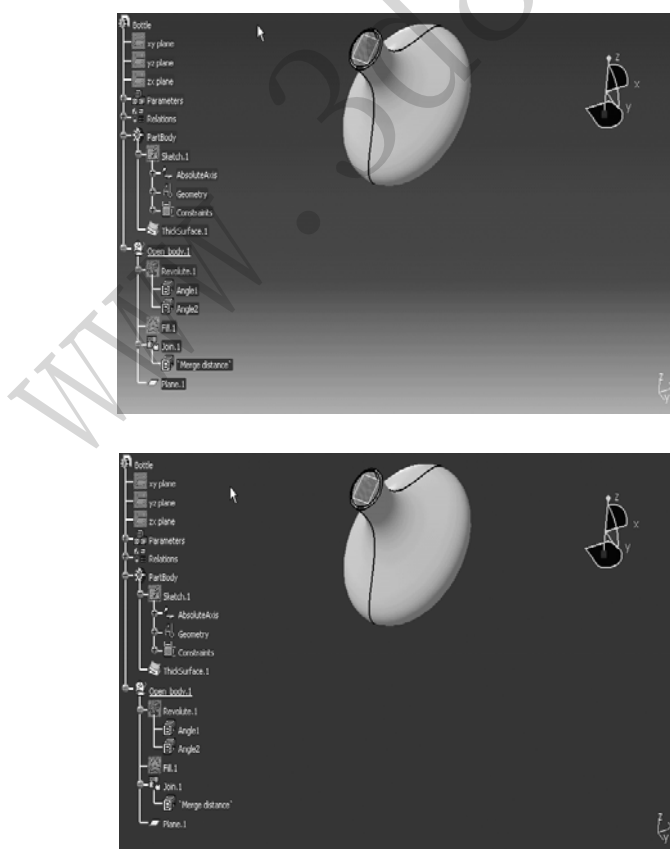

图 1-27 Graduated color background 选项设置背景过渡效果
- ◆ Colors 区域中, Graduated color background 选项设置是否让 CATIA 绘图环境的背景色出现逐渐过渡的颜色。图 1-27 示了有和无过渡效果。